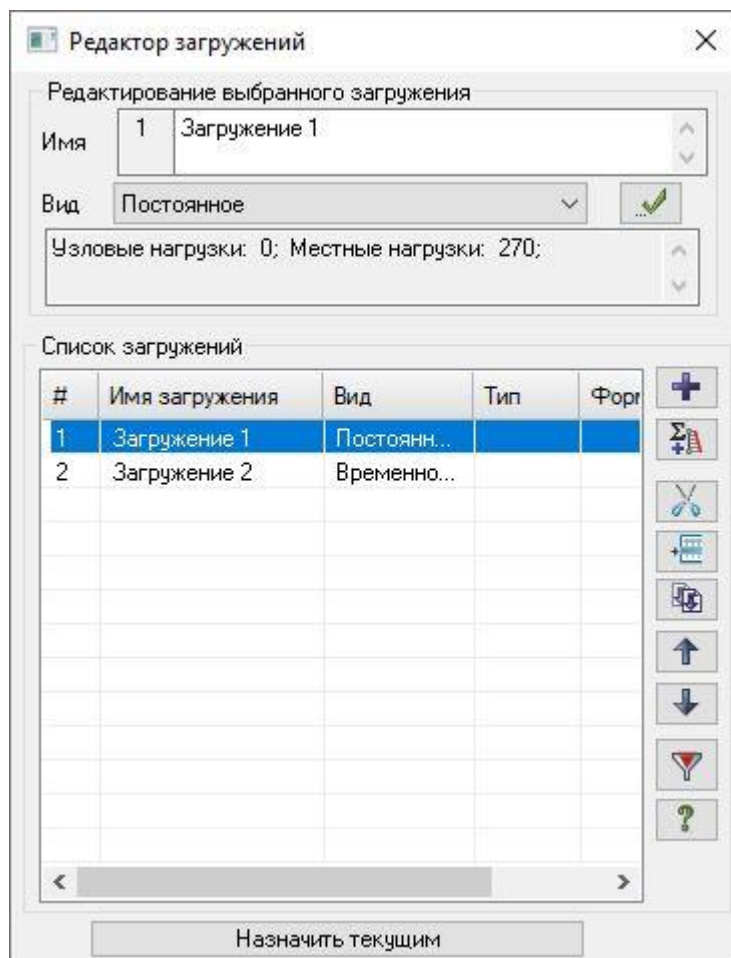

Рис.6.16. Диалоговое окно Редактор загрузений
- Вызовите диалоговое окно **Редактор загрузений** (рис.6.16) щелчком по кнопке  – **Редактор загрузений** (панель **Нагрузки** на вкладке **Создание и редактирование**).
Так как вид загрузений задавался в диалоговом окне **Редактор загрузений** (рис. 6.16) таблицу РСУ можно сформировалась с параметрами, принятыми по умолчанию для